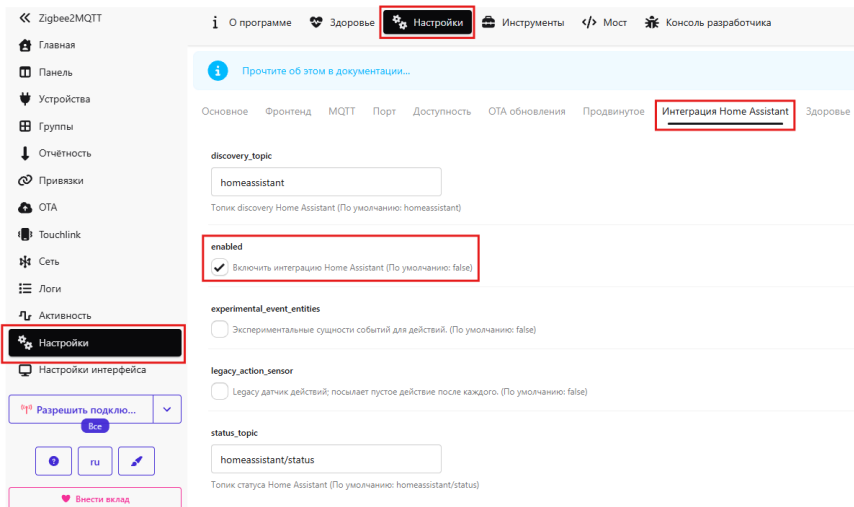

Рис. 3.31. Раздел «Настройки» Zigbee2MQTT
5. В веб-интерфейсе Zigbee2MQTT включаем интеграцию с Home Assistant. Для этого переходим в раздел “Настройки”, вкладку “Настройки”, подвкладку “Интеграция Home Assistant”. Ставим галочку на “enabled” (рис. 3.31).